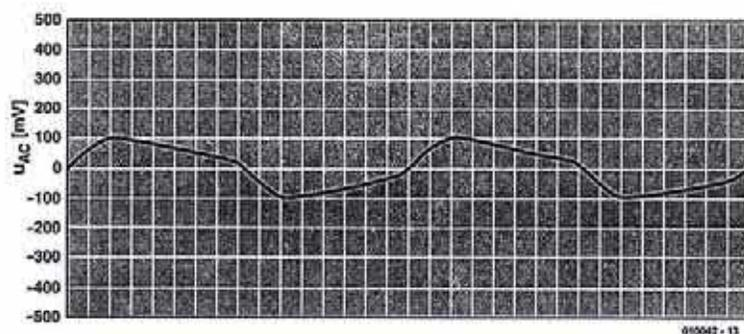

Figura 3. El rizado de la tensión de salida está comprendido entre los  $\pm 100$  mV a plena carga.
V. En la **Figura 3** se muestran las prestaciones de rizado de la tensión de salida a plena carga.